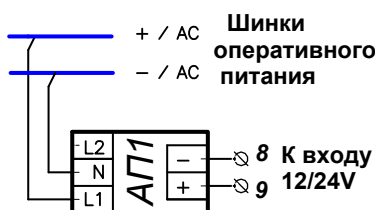

Рис. 7 Схема питания блока БУАВР от изолированного источника оперативного питания
Рис.7 Пример схемы АВР на максимальный ток 250 - 1000 ампер, с использованием автоматических выключателей серии Tmax, типоразмеры Т4-Т6 (ABB) с моторно-пружинным приводом МОЕ, управлением от БУАВР.ЭА.220,М, сетевым вводом и резервированием от ДЭС, электрической блокировкой автоматических выключателей, возможностью управления АВР в автоматическом и ручном режиме
6.8. При питании блока БУАВР от источника оперативного питания 110/220В переменного (выпрямленного) или постоянного тока, не допускающего соединения с нейтралью, рекомендуется использование адаптера питания АП1, который необходимо подключить к входу 12/24В блока БУАВР, рис.7.